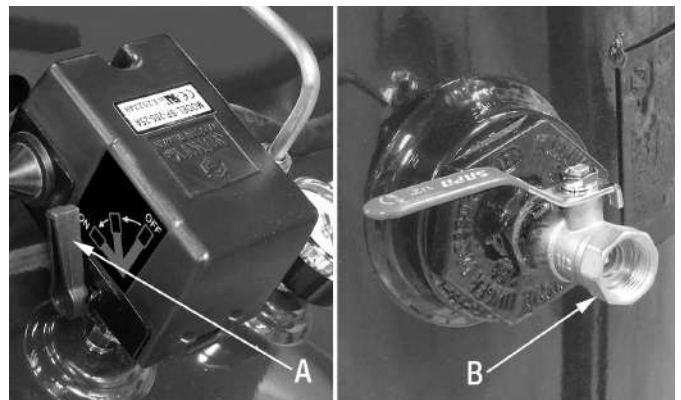

FIGURE 6
- 5) Mettez le levier du manostat (A) Fig.6 à la position "ON/AUTO". Le compresseur se mettra en marche.